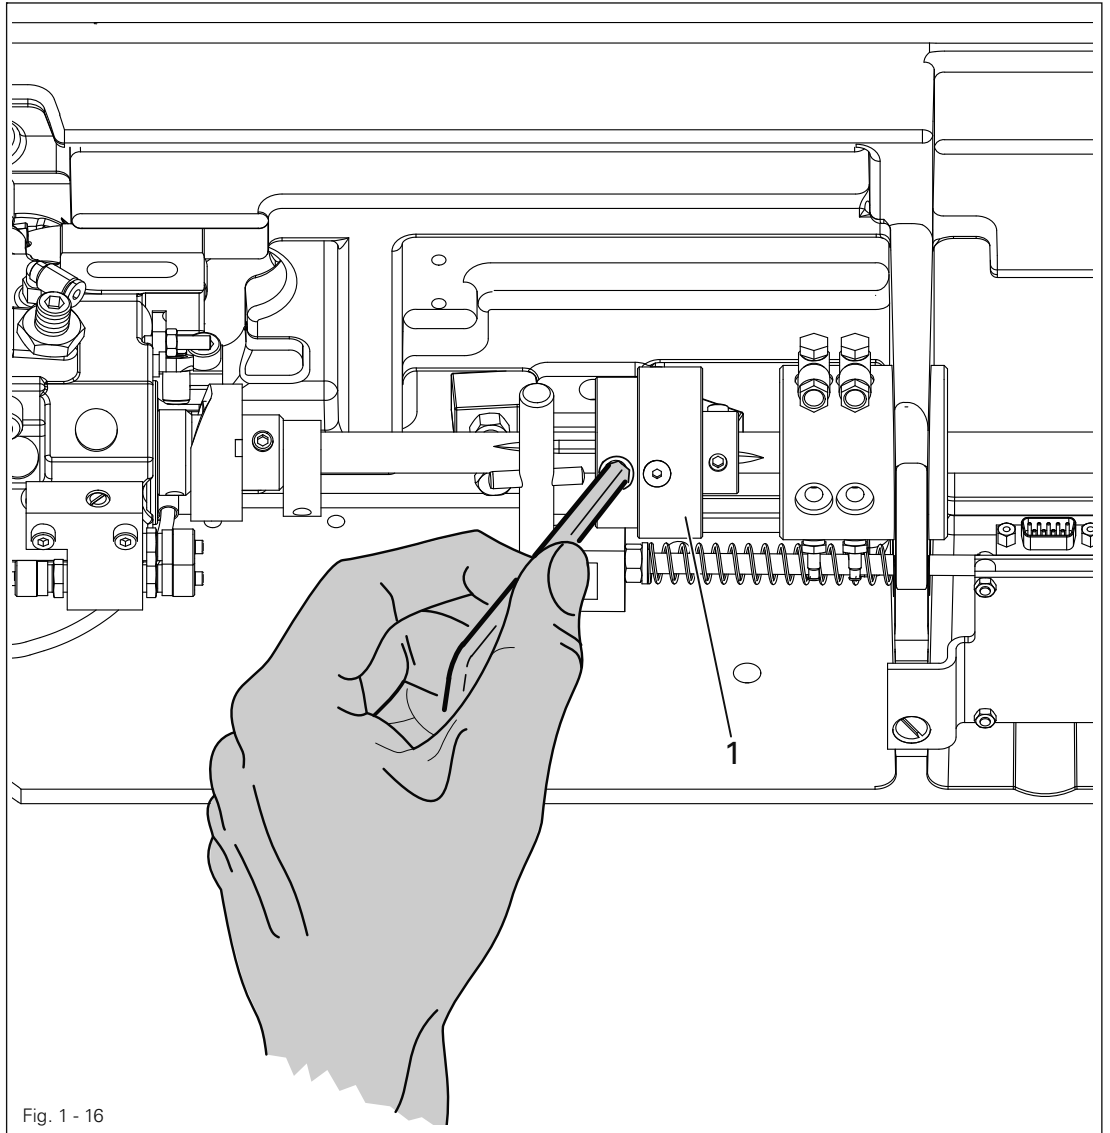

Fig. 1 - 16
- Kupplung 1, wie in Fig. 1 - 16 gezeigt, gegenhalten und am Handrad drehen, bis die Kupplung 1 spürbar wieder einrastet.